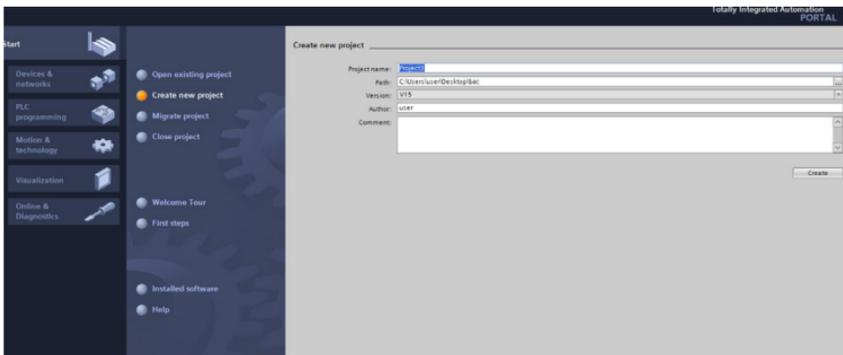

Рисунок 4.4 – Создание нового проекта
1) После загрузки программы для создания нового проекта нажмите «Create new project» (рисунок 4.4).